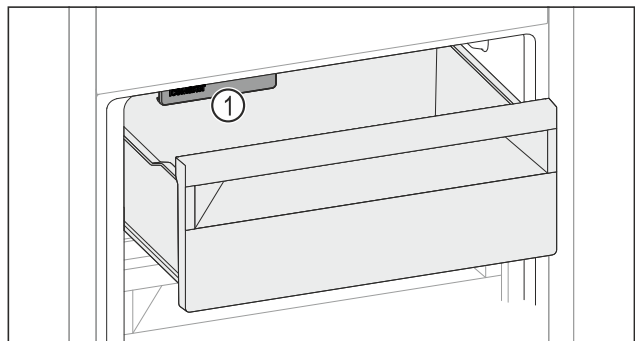

Fig. 101
- ▶ Tenez compte de l'IceMaker Fig. 101 (1).